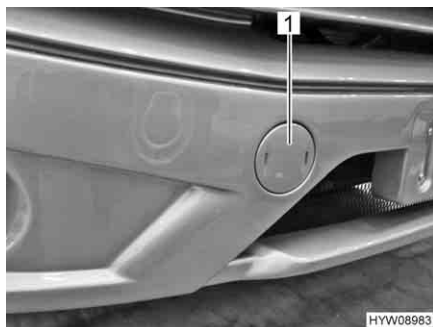

Fig. 47 Copertura per l'alloggiamento dell'occhione di traino (Mercedes-Benz)
- Rimuovere la copertura (Fig. 47,1) mediante un cacciavite.